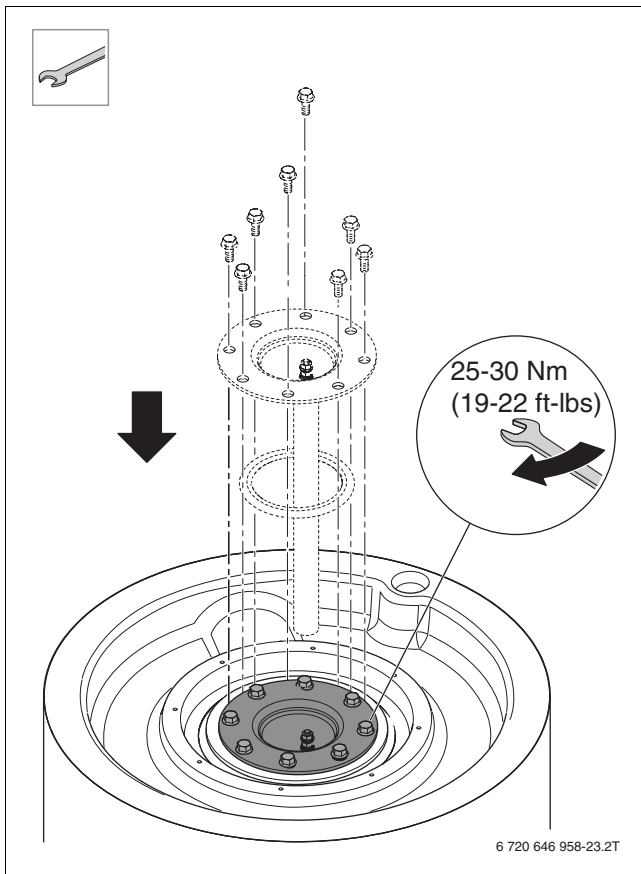

Fig. 24
- ▶ Otwór rewizyjny zamknąć z nową uszczelką (→ rys. 24, str. 58).